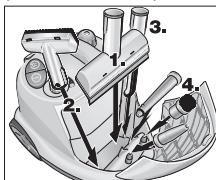

Abb. 10: Zubehörfach
- Legen Sie Handdüse, Fensterdüse, Punkstrahldüse und Kleinteile in das Zubehörfach (siehe Abb. 10).